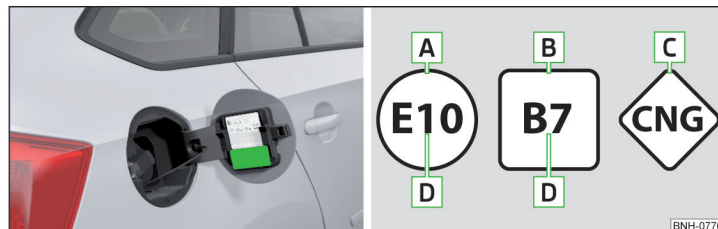

Abb. 229 Aufkleber mit vorgeschriebenem Kraftstoff / Grafische Bezeichnung der Kraftstoffarten
Auf der Innenseite der Tankklappe ist der für Ihr Fahrzeug vorgeschriebene Kraftstoff angegeben » Abb. 229.
**Grafische Bezeichnung der Kraftstoffarten** » Abb. 229
Auf der Innenseite der Tankklappe ist der für das Fahrzeug vorgeschriebene Kraftstoff angegeben » Abb. 229 auf Seite 204.